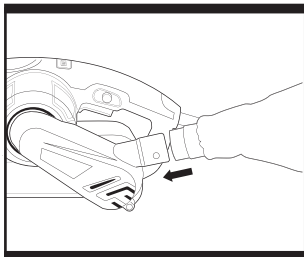

Fig. 4
3. DUST COLLECTION BAG (Fig. 4)